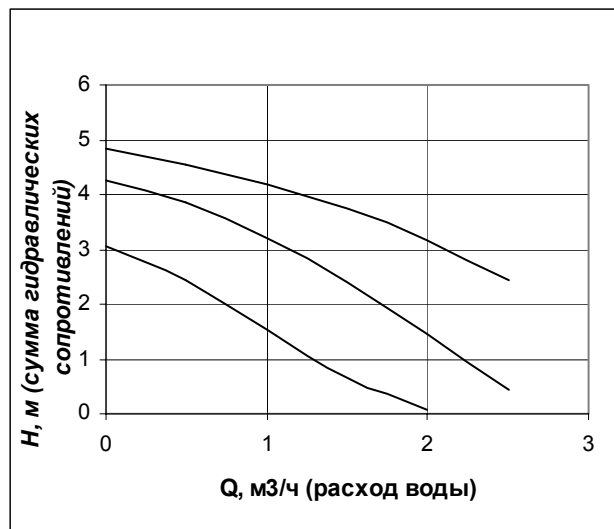

Рисунок 25
**17.9.** Заводом-изготовителем установлена максимальная скорость работы циркуляционного насоса котла, при которой обеспечивается подача воды объемом 1000 л/час. При необходимости скорость насоса может быть изменена соответственно конкретным условиям эксплуатации (Рисунок 25).